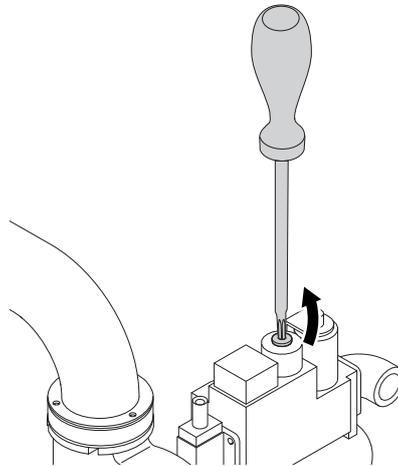

Fig. 11.h
- agire sulla vite (A - fig. 11.c, 11.d) di figura e controllare che i valori di CO e CO2 siano quelli della tabella emissioni;